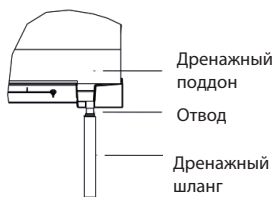

Рис. 17
1. Вставьте дренажную трубу в дренажное отверстие блока и надежно затяните хомут с помощью ленты. (Рис. 17)